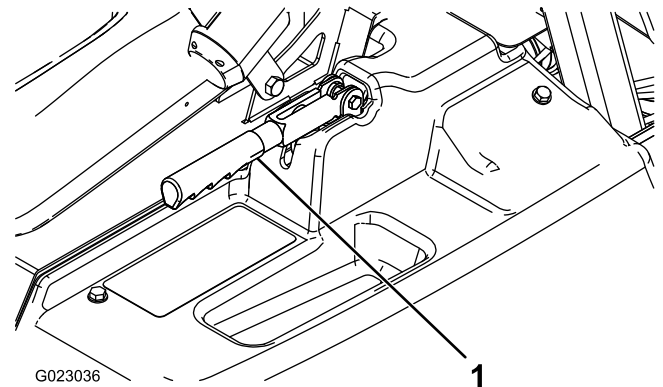

Figura 51
2. Afloje el tornillo de fijación que sujeta el pomo a la palanca del freno de estacionamiento (Figura 51).